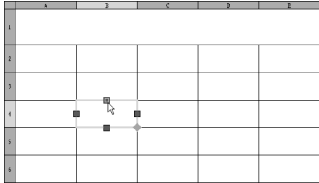

图 7-31 改变单元行高的示例
2) 若要修改选定表格单元的行高，可以拖动顶部或底部的夹点，如图 7-31 所示。如果选中多个单元，每行的行高将做同样的修改。